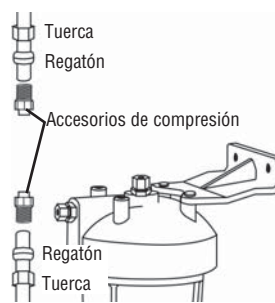

Figura 7
- Se requieren dos accesorios de compresión para los extremos del tubo. Verifique el tamaño del tubo. Use accesorios de compresión de 5/8 x 3/8 de pulgada, 3/8 x 3/8 de pulgada ó 1/2 pulgada x 3/8 de pulgada según sea necesario. Deslice la tuerca y el regatón sobre la tubería del agua como se indica y ajuste los accesorios en su lugar. (Figura 7)